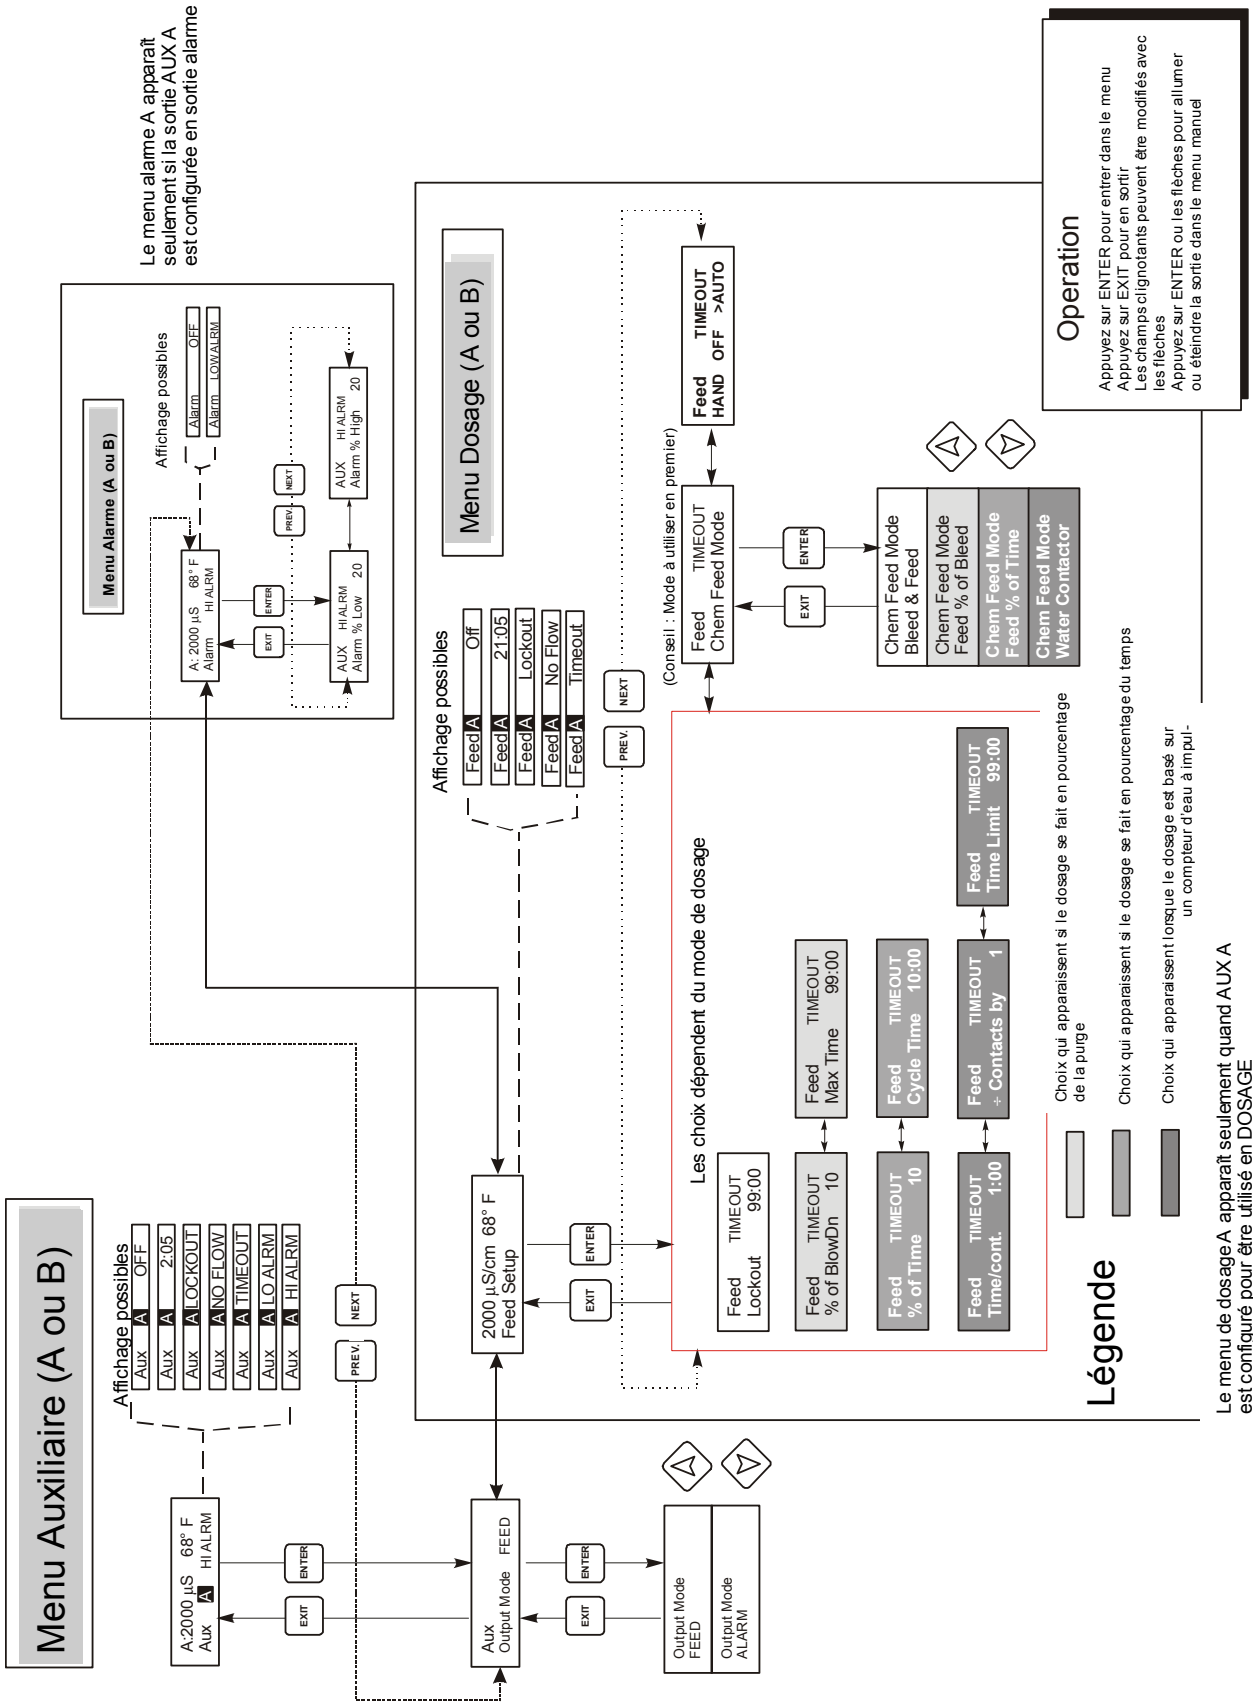

Figure 12 Menu Auxiliaire
***REMARQUE** : Lorsque vous programmez l'unité pour la première fois, il est recommandé que le menu mode de dosage en produit chimique (Chemical Feed Mode Menu) soit choisi en premier, puis suivez les étapes du reste du menu dosage comme indiqué dans la figure 12.*